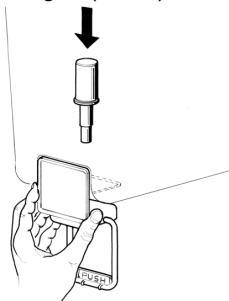

Bild 5
- 3 **Schwerkraftventil:** den Betätigungshebel des Hahns befestigen und dann den mit einer eigenen Dichtung versehenen Kolben einfügen (Bild 5).